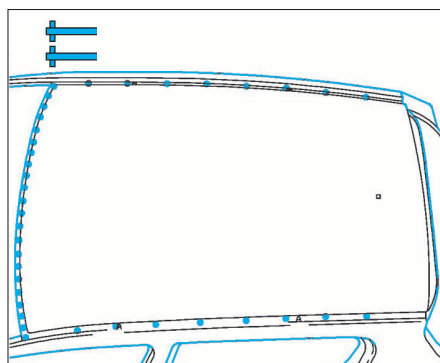

FIG. 162
- Souder par points électriques (Fig.162 à 164).